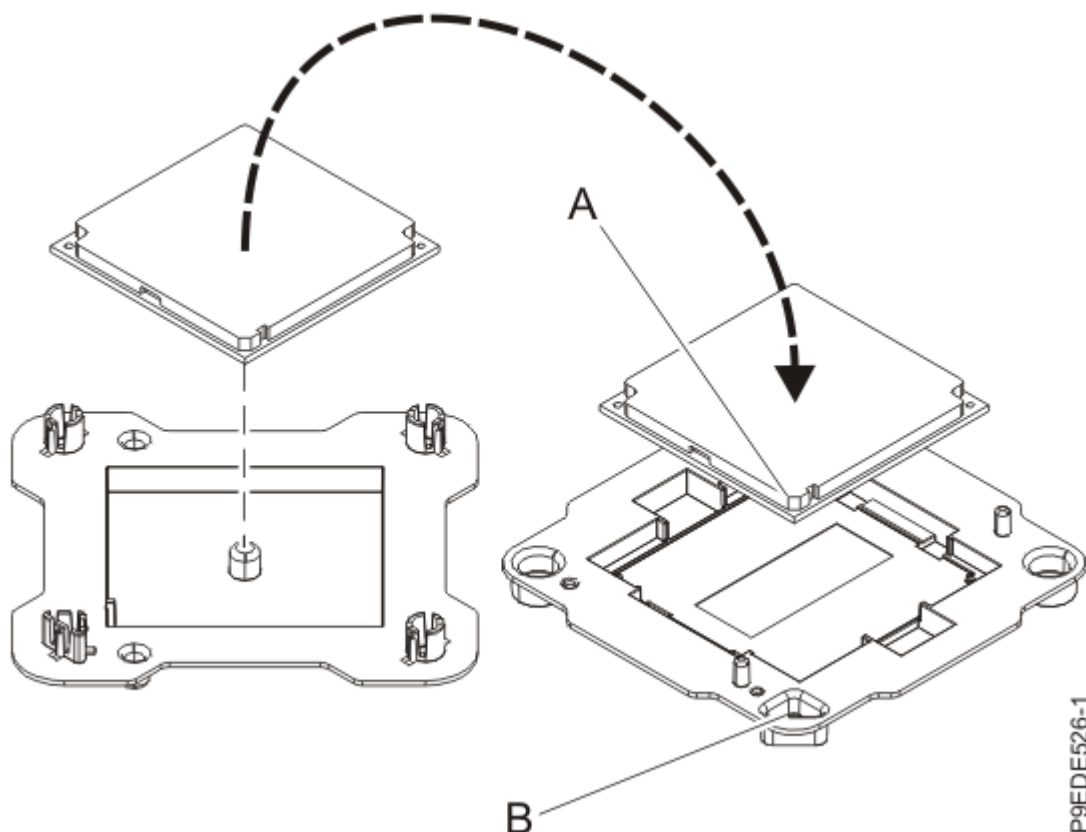

Figure 22. Positionnement du module processeur système dans l'emballage
6. Saisissez légèrement par les côtés le module processeur système que vous avez remplacé et soulevez-le hors du couvercle de l'emballage. Alignez l'angle biseauté du module **(A)** avec l'angle de l'emballage comportant un trou en forme de triangle **(B)** et placez-le dans l'emballage, comme illustré dans la Figure 22, à la page 25. Fermez le couvercle de l'emballage.